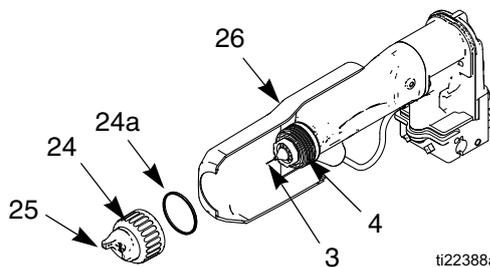

图 12. 清洗空气帽和流体喷嘴
2. 卸下空气帽组件 (24、25) 和保护罩 (26)。参见图 12。
3. 用溶液浸湿的布来擦净喷枪流体喷嘴 (4)。避免任何溶剂进入通道。只要可能，清洗时，喷枪朝下指。
4. 如果液体喷嘴 (4) 通道内出现涂料，将喷枪从该线中拿去维修。参见第 30 页的空气帽和喷嘴更换，卸下流体喷嘴，进行清洁或予以更换。
5. 用软毛刷和溶剂清洗空气帽 (25)，或将空气帽浸入适合的溶剂中擦拭清洗。不要使用金属工具。
6. 将保护罩 (26) 滑入喷枪中。
7. 仔细安装空气帽 (25)。务必通过空气帽中心孔插入电极 (3)。将空气帽旋转至所需的位置。
8. 确保 U 形杯 (24a) 已在固定环 (24) 上安装到位。唇缘必须朝前。拧紧固定环，直至将空气帽紧紧固定到位；不能用手旋转空气帽的角。